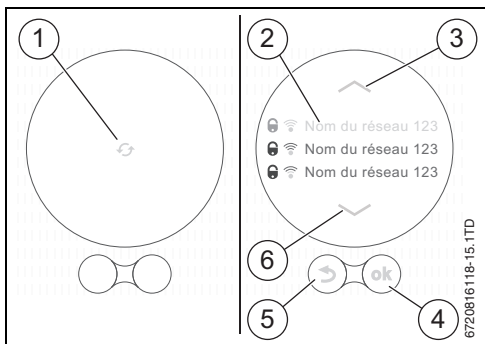

Fig. 9 Sélection du réseau Wi-Fi
- Une fois connecté à la chaudière, le Bosch Control recherche automatiquement un réseau Wi-Fi [1] (→ fig. 9).